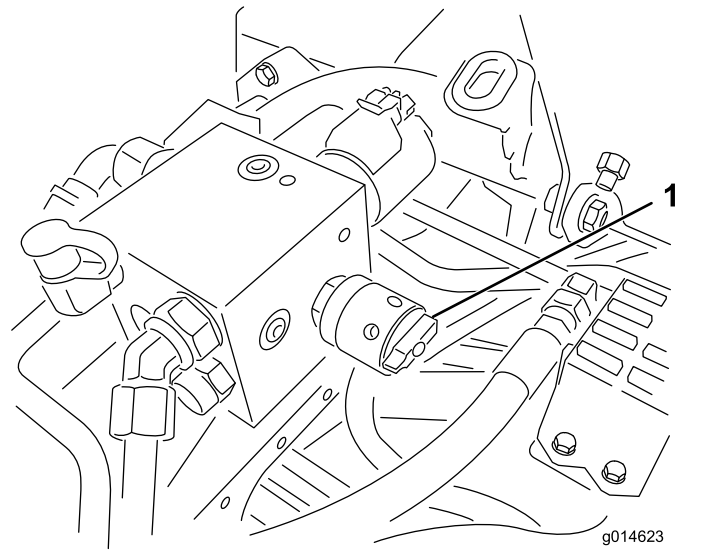

图 52
6. 将滚刀速度控制杆旋转至设置 1 图 52。
4. 要调节滚刀的速度请旋转旋钮 图 52 直至指示器箭头与在步骤 3 中确定的数字对齐。